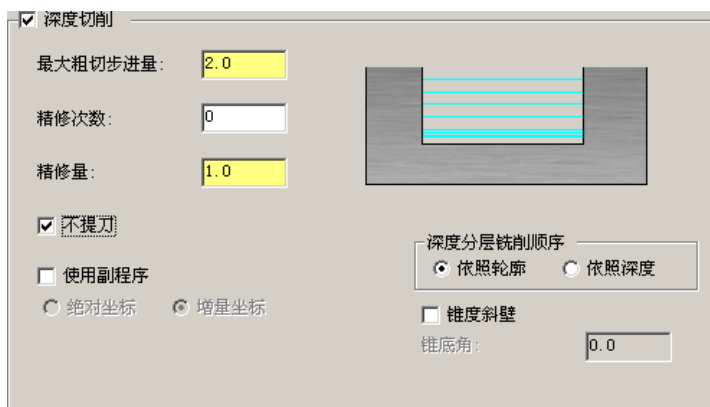

图 15.13 “深度切削”参数设置界面
(1) 设置深度参数。在“2D 刀具路径-外形铣削”对话框的左侧节点列表中单击 **深度切削** 节点, 设置图 15.13 所示的参数。